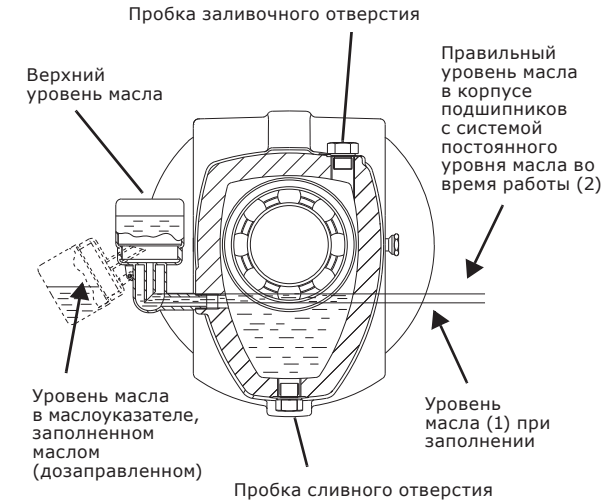

Рис. 18 Заливка масла
2	Отвести в сторону маслѐнку и залить масло через заливочное отверстие, чтобы оно достигло уровня (1) в соединительном колене. См. рис. 18.
3	Залить резервуар маслоуказателя маслом и вернуть маслоуказатель в прежнее положение. Теперь маслом будет заполняться корпус подшипников. В процессе заполнения в резервуаре появляются воздушные пузырьки. Продолжать заполнение, пока масло не достигнет необходимого уровня (2). См. рис. Рис. 18.
Уровень масла в корпусе подшипников должен быть всегда таким, как показано на рис. 18. Регулярно проверяйте уровень масла во время работы и, при необходимости, добавляйте масло.